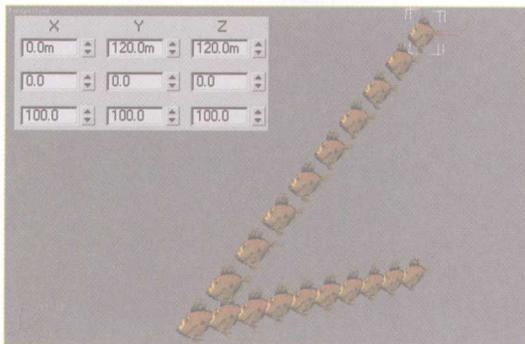

图1-25 Y轴和Z轴同时位移
**03** 选择最左侧的第一个鱼对象，再次执行Array（阵列）命令，将Move（移动）的Y轴和Z轴设置为120，确定后，对象在Y轴和Z轴上同时产生了位移，如图1-25所示。